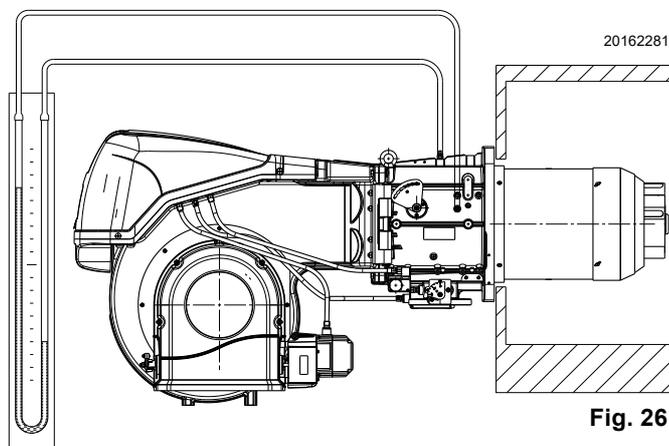

Fig. 26
- Monter un manomètre en U ou un manomètre de type différentiel (Fig. 26), avec prise (+) sur la pression du gaz du manchon et (-) dans la chambre de combustion.